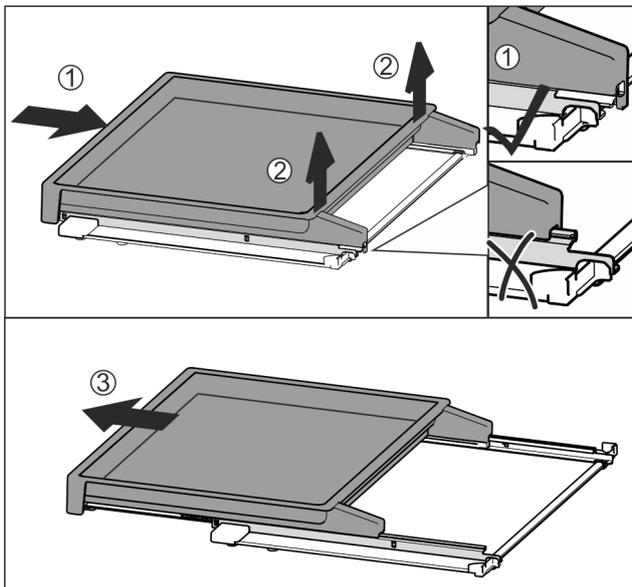

Fig. 43
- ▶ Auszugsbord vollständig einschieben Fig. 43 (1).
- ▶ Verrastung an hinterer Seite lösen Fig. 43 (2).
- ▶ Auszugsbord nach vorne herausnehmen Fig. 43 (3).